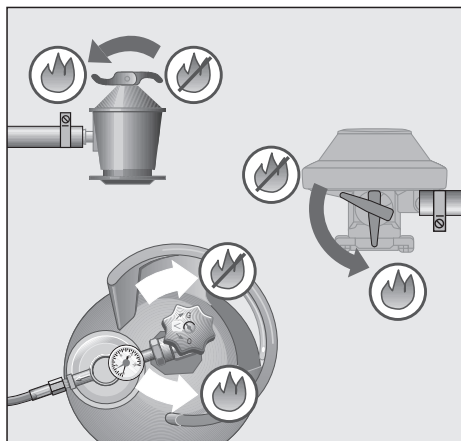

Fig. 3
- 1 Abra la salida del gas del regulador. Fig. 3